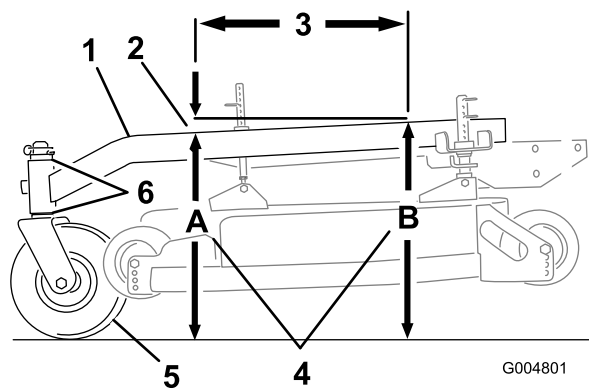

Figura 54
Il telaio portante deve avere un'inclinazione da 3 a 9 mm per la lunghezza di 61 cm sul telaio portante (Figura 54).
1. Misurate la sporgenza di 61 cm sul telaio portante (Figura 54).
2. Misurate l'altezza del telaio portante al punto **A** (Figura 54).
3. Misurate l'altezza del telaio portante al punto **B** (Figura 54).
4. L'altezza al punto **A** deve essere di 6-10 mm inferiore rispetto al punto **B** (Figura 54).
- Se il telaio portante non è inclinato correttamente, spostate i distanziali delle ruote orientabili in modo da ottenere un angolo di inclinazione di 6-10 mm (Figura 54).